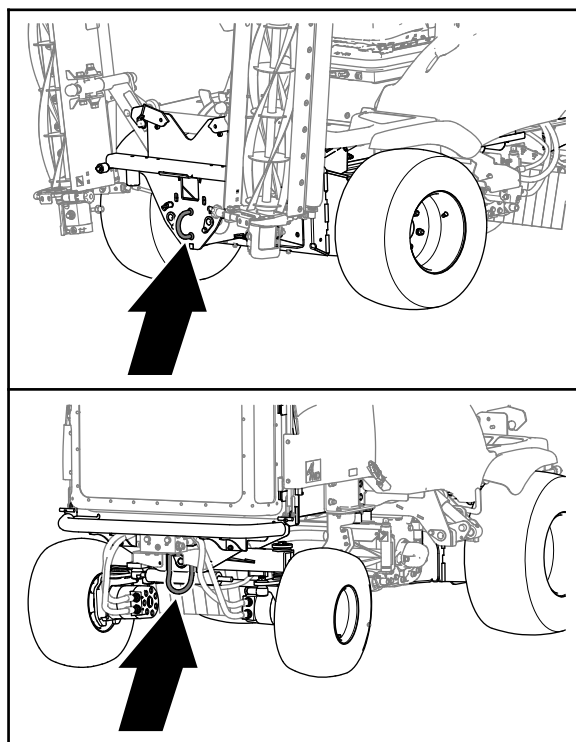

Figura 34
5. Conecte una barra de remolque **rígida** entre la argolla de remolque delantera de la máquina y el vehículo de remolque (Figura 34).